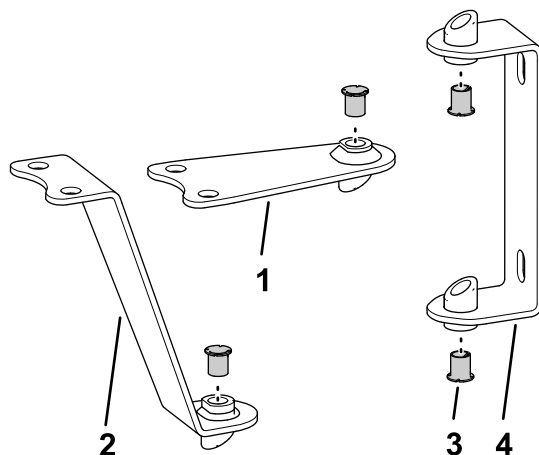
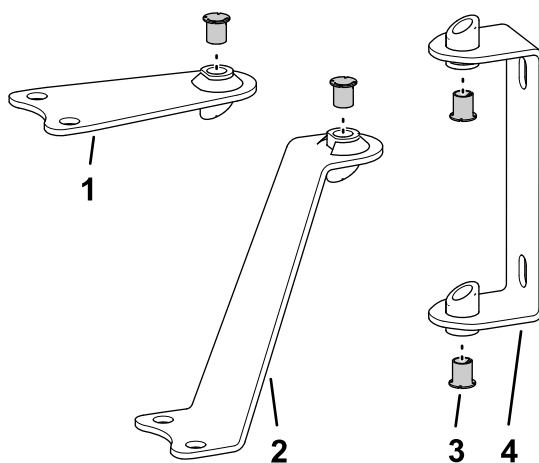

Figura 2
Figura 3
- Aezai elementele de articulaie i bridele aa cum se arată în Figura 2 (pentru un bra fără acoperire) sau Figura 3 (pentru un bra cu acoperire).
- Bridă în unghi (2)
- Bucă (8)
- Element de articulaie (2)
- Introduceți bucele în orificiile tuburilor sudate din elementele de articulaie i bride aa cum se arată în Figura 2 sau Figura 3.